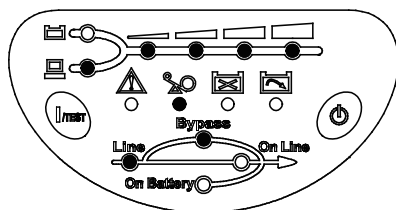

Рис. 4-5 Индикация перегрузки и переключения ИБП в режим байпаса
**Перегрузка.** Если нагрузка на выходе ИБП превосходит номинальную, то по истечении определённого времени загорается индикатор перегрузки и подаётся непрерывный звуковой сигнал. В этом случае пользователь должен отключить второстепенных потребителей, чтобы величина оставшейся нагрузки не превышала номинальную для ИБП. Индикация при перегрузке показана на рис. 4-5.